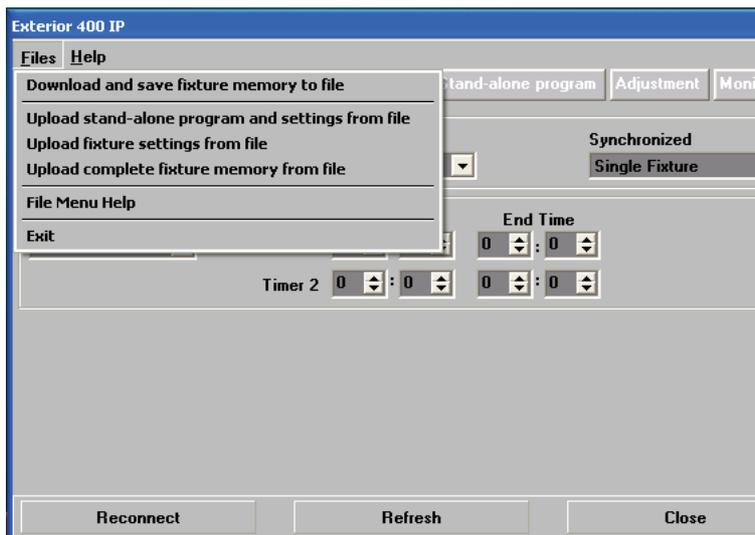

Figure 17: Gestion des programmes et sauvegarde sur le disque dur
2. De sauvegarder cette programmation sur le disque dur de votre PC avec les menus de MUM (voir Figure 17), puis de